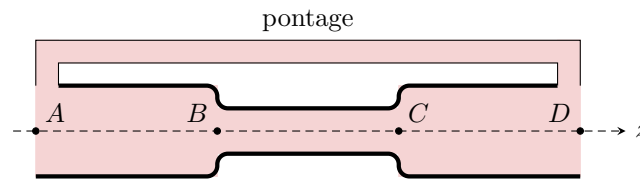

Figure 3 – Schéma de l'artère sténosée étudiée.
Avec les notations de la figure 3, la différence de pression imposée par le cœur s'écrit
**6** Le pontage est schématisé figure 3. La différence de pression est la même pour l'artère et le pontage, mais les débits s'ajoutent.